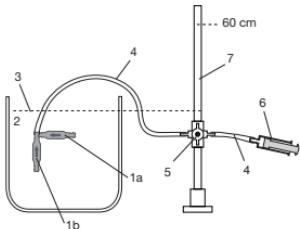

Fig. 7: Montaje de prueba
- Coloque el manómetro y recipiente de modo que el punto cero del manómetro y el nivel del líquido del recipiente se encuentren a la misma altura (véase la Fig. 7).
- Conecte la jeringa con el manómetro y el tubo de silicona, como muestra la Fig. 7. Utilice el adaptador de tubos si es preciso.